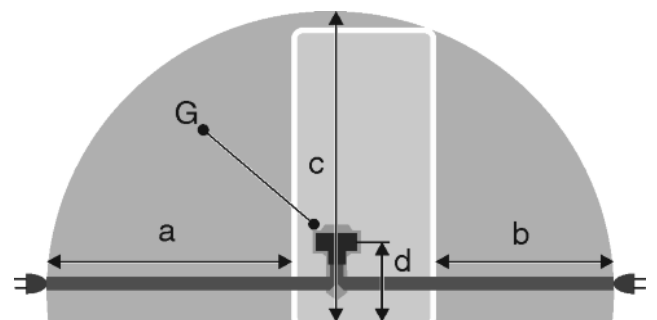

Fig. 22
- Steckdose liegt außerhalb des Geräterückseitenbereichs im gegebenen Bereich *Fig. 22 (a, b, c)*.
- ▶ Gerätestecker *Fig. 22 (G)* auf der Rückseite des Gerätes einstecken. Auf richtiges Einrasten achten.